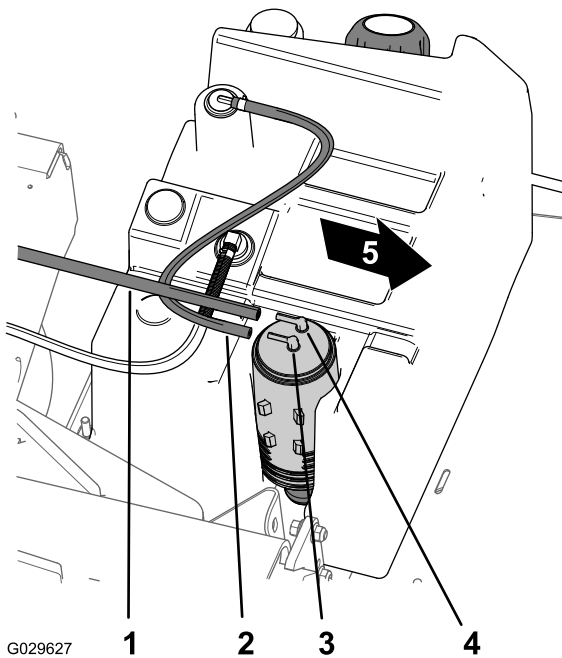

Bild 44
- Schließen Sie den Saugschlauch vom Anschlussstück am Aktivkohlefilter ab, das mit „Purge“ markiert ist (Bild 44).
- Schließen Sie den Kraftstofftankschlauch vom Anschlussstück am Aktivkohlefilter ab, das mit „Fuel Tank“ markiert ist (Bild 44).
8. Befestigen Sie den Saugschlauch am Anschlussstück am Aktivkohlefilter, das mit „Purge“ markiert ist, und den Kraftstofftankschlauch am Anschlussstück, das mit „Fuel Tank“ markiert ist (Bild 44).